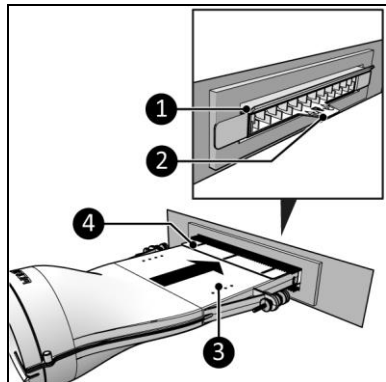
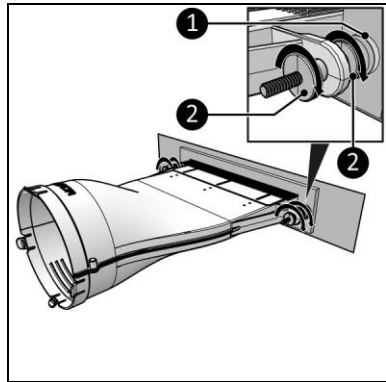

Abbildung 3
Abbildung 5
1. Führen Sie den Hauptkörper (Abbildung 3, Pos. 3) in den Durchgang ein (Abbildung 3, Pos. 4).
2. Stellen Sie sicher, dass nur der Griff (Abbildung 3, Pos. 2) aus dem Briefkasten herausragt (Abbildung 3, Pos. 1).
3. Stellen Sie beide Seiten mit den Einstellschrauben ein und ziehen Sie sie fest (Abbildung 5, Pos. 2).
4. Stellen Sie sicher, dass die Stützen (Abbildung 5, Pos. 1) gegen die Innenseite der Tür gedrückt werden. Wenn die Briefkastenklappe nach innen geht, stellen Sie sicher, dass nur der Griff (Abbildung 3, Pos. 1) aus dem Briefkasten herausragt.